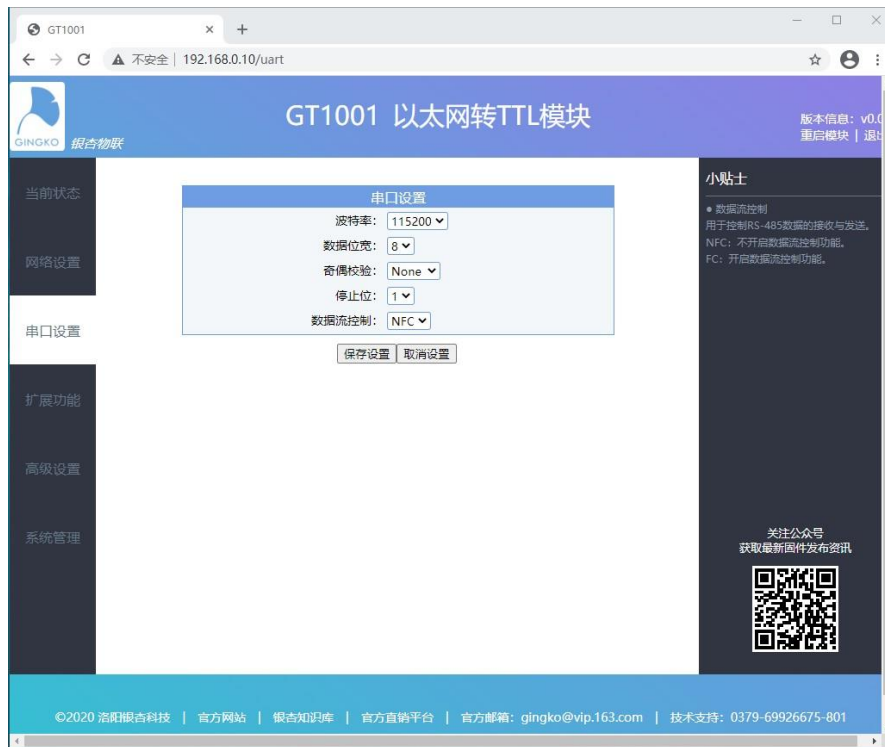

Abbildung 7-4 Parametereinstellungen für die serielle Schnittstelle
- (4) Unter "Einstellungen der seriellen Schnittstelle" können Sie die Parameter der seriellen Schnittstelle einstellen, wie in Abbildung 7-4 gezeigt.